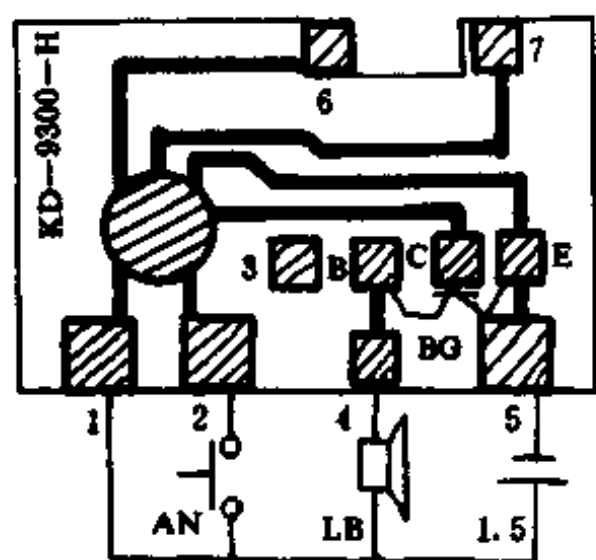

图 1-109
CW9400 系列音乐集成电路与 KD9300 的用途基本相同。所不同的是,CW9400 从根本上取消了外接电阻,没设可接电阻的⑦端和⑧端(如图 1-109 所示)。